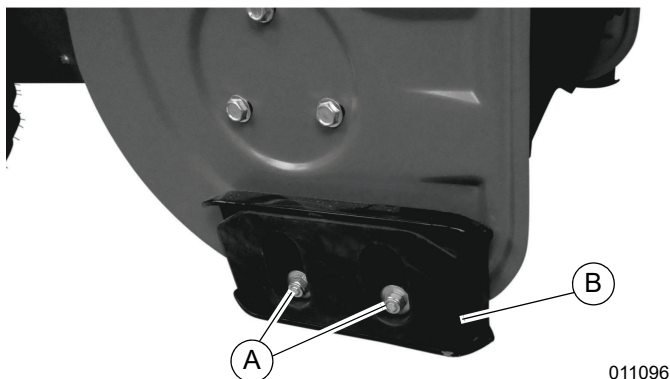

Figura 3-6. Ajuste de las placas de las zapatas
1. Consulte la **Figura 3-6**. Suelte las contratueras (A) con una llave de 1/2 pulg.